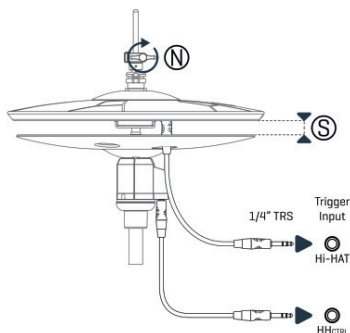

Figure 5
- 1 Soulevez la cymbale supérieure graduellement jusqu'à ce que le support mobile du contrôleur du Charleston (O) cesse d'accompagner le mouvement.
- 2 Dans cette position, serrez la vis papillon du Tilter (N), comme le montre la *Figure 5*.